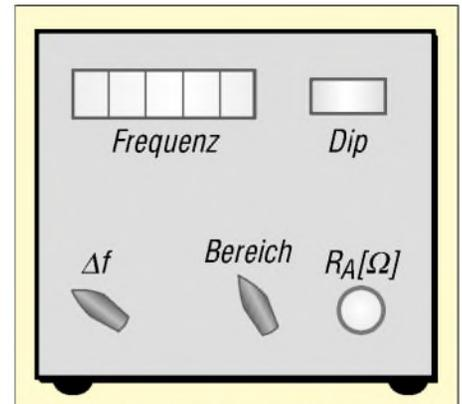
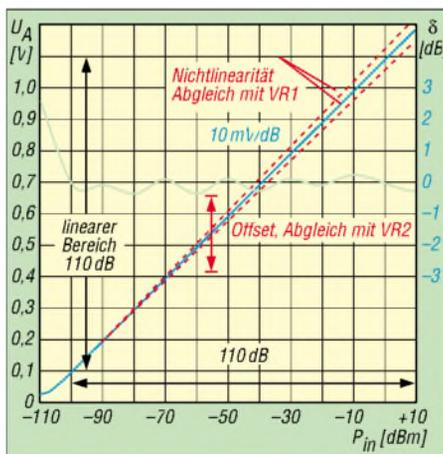

Bild 4: Vorschlag zur Frontplattengestaltung
Bild 5: Übertragungskurve des 120-dB-Messsystems, aufgebaut mit den logarithmischen Verstärkern AD603 und AD8307
Die Parallelschaltung von VD3 und VD4 erfolgte zur Verringerung des Innenwiderstandes des Gleichrichters, damit auch bei niedrigen Impedanzen noch ein verwertbarer Ausschlag zustande kommt. Anstelle der Germanium-Typen sind ebenso Schottkydioden wie 5082-2800 o.ä. einsetzbar. In meinem Fall erfolgte der Einbau in ein vorhandenes Stahlblechgehäuse, Bild 4 vermittelt einen Eindruck von der Front-
Werden ein AD603 und AD8307 in geeigneter Weise miteinander verbunden, kann man die Empfindlichkeit der Schaltung um fast 40 dB erhöhen und erhält einen HF-Leistungsmesser von -110 bis $+10 \text{ dBm}$ mit logarithmisch-linearer Ausgangsspannung. Bild 4 zeigt den fertigen Schaltplan sowie Bild 5 den resultierenden Messbereich, während Bild 6 einen Eindruck vom Versuchsaufbau vermittelt.
Auch in dieser Schaltung dient ein LC-Bandpassfilter, siehe Bild 4, zur Rauschreduzierung zwischen den Verstärkern. Verwendet habe ich zwei 10,7-MHz-ZF-Filter mit kapazitiver Kopplung am Hochpunkt der Schwingkreise. Bei 9 MHz muss beiden LC-Kreisen noch je ein Kondensator von 4,7 pF parallelgeschaltet werden, damit sie sich auf Resonanz abgleichen lassen. Mit einem Koppelkondensator von 8,2 pF stellt sich eine 3-dB-Bandbreite von ungefähr $\pm 80 \text{ kHz}$ ein.
Die in den Bildern 11 bis 13 gezeigte Platine ist so ausgelegt, dass verschiedene Filterbauformen passen. Auch Spulen ohne Koppelwicklung und ohne integrierten Kreiskondensator sind einsetzbar, es sind dann statt C11 bis C14 (blau in Bild 4 und Bild 13) alternativ C21 bis C24 (rot) zu bestücken.
Grundsätzlich ist die Schaltung nach Bild 4 auch für andere Filterfrequenzen geeignet, die Grenzfrequenz des AD603 liegt bei 90 MHz. Der 220- Ω -Serienwiderstand R6 an Pin 7 dient zur Anpassung des Filters an den niederohmigen Ausgang (2 Ω) des AD603. Seine Größe wurde empirisch ermittelt und stellt einen Kompromiss zwischen Durchgangsdämpfung und Anpassung dar. Neben LC-Filtern können selbst-
Wie Bild 5 zu entnehmen ist, verläuft die Ausgangsspannung des logarithmischen Verstärkers von -100 dBm bis +10 dBm (0,1 pW bis 10 mW) streng linear-logarithmisch, der maximale Fehler liegt bei 0,3 dB. Erst in Richtung sehr kleiner Signale begrenzt das einsetzende Grundrauschen die Messdynamik, bei -110 dBm beträgt der Anzeigefehler -2,5 dB. Ein Signal von -120 dBm kommt noch deutlich zur Anzeige.
- größer als 0,5 dB sein – siehe grüne Fehlerkurve im Diagramm Bild 5;
- Genauigkeit: $< \pm 0,3\text{ dB}$ von -100 dBm bis +10 dBm, siehe Tabelle 1 und Bild 5.